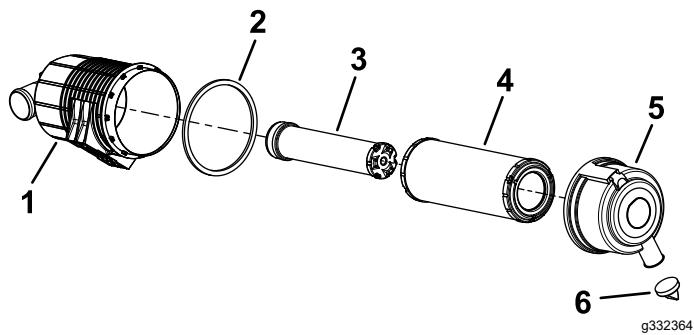

Bild 39
5. Warten Sie den Luftfilter und den Sicherheitseinsatz, wenn Sie darauf hingewiesen werden (Bild 39).